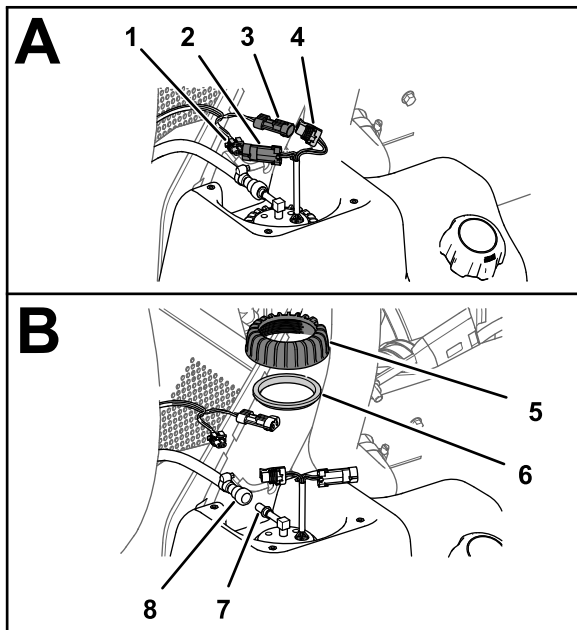

図 86
1. 燃料ポンプ / センターユニットの2ピンコネクタから、車両用のワイヤハーネスの2ソケットコネクタを外し燃料ポンプ / センターユニットの2ソケットコネクタから、車両用のワイヤハーネスの2ピンコネクタを外す 図 86。
2. 燃料ホースカップラの固定スリーブを燃料ポンプ/センターユニットのフィッティングからずらし、フィッティングからカップリングとホースを取り外す 図 86。
3. 燃料ポンプ/センターユニットのナットを左に回して、ナットとシールを取り外す 図 86。